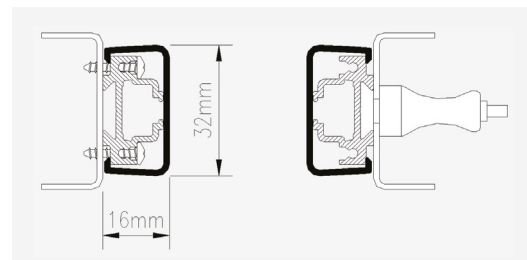

Fig. 3 : E32 sur nez de ventail / colonne d'entrée de la porte avec vis autotaraudeuses à gauche et boulons à droite
1. Installez les détecteurs sur le nez de ventail / la colonne d'entrée de la porte à l'aide des vis autotaraudeuses ou des boulons fournis (Fig. 3).